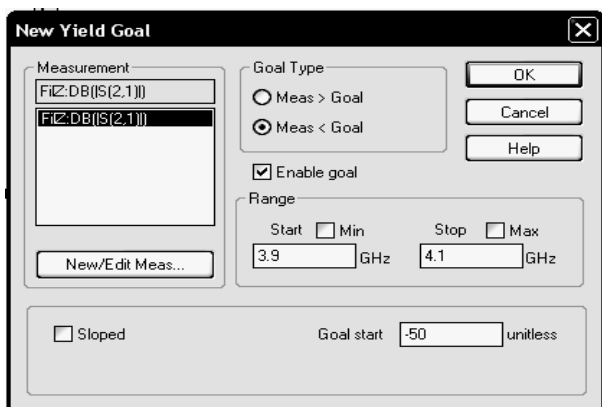

Рис. 1.70
4. Сделайте активным окно графика и установите цель статистического анализа. Для этого щёлкните правой кнопкой мышки по группе **Yield Goals** в левом окне проекта и выберите **Add Yield Goal**. Откроется диалоговое окно **New Yield Goal** (рис. 1.70). Отметьте **Meas<Goal**. Снимите “галочки” в полях **Start Min** и **Start Max**, и введите соответственно нижнюю частоту заграждения **3.9** и верхнюю **4.1** ГГц. В поле **Goal start** введите **-50**. Нажмите **OK**.